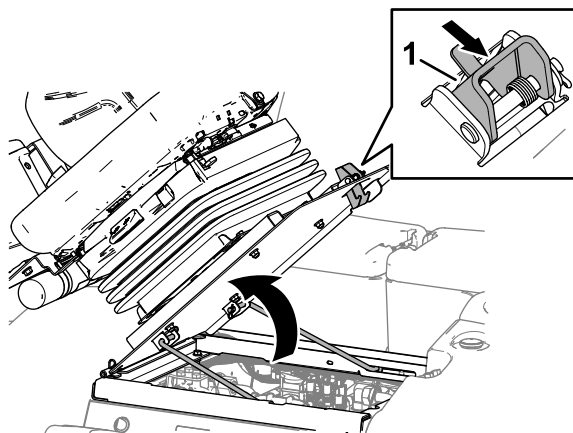

Рисунок 63
1. Переместите фиксатор сиденья наружу (Рисунок 63).